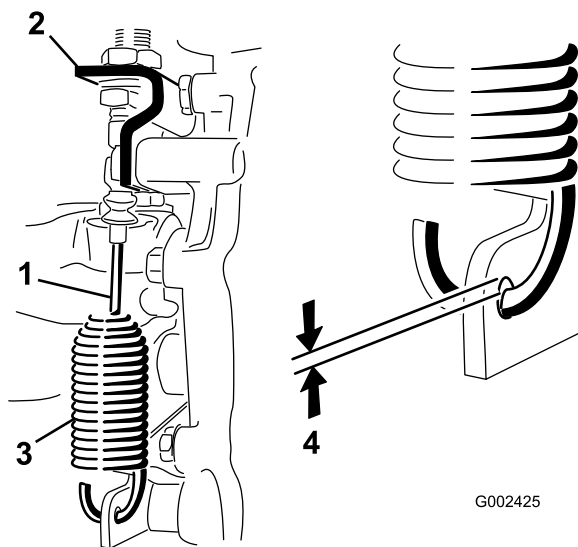

Figura 46
2. Alivie as porcas de segurança que fixam o cabo de bloqueio do diferencial ao suporte no conjunto eixo-transmissão (Figura 46).